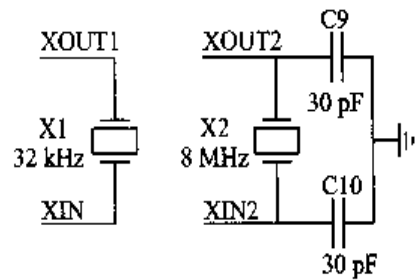

图 2.41 晶体连接图
2.4 节的系统时钟中已经介绍过了 MSP430 单片机的晶体连接方法,在这里我们只介绍一种很常用的连接方式: XIN1 和 XOUT1 连接时钟晶体低速晶体 32768 Hz, XIN2 和 XOUT2 连接 8 MHz 的高速晶体。如图 2.41 所示。